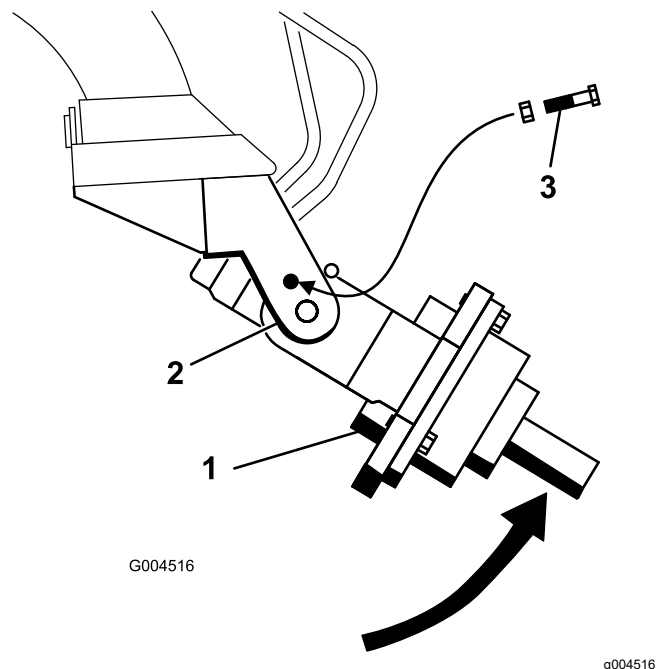

Figura 5
5. Gire manualmente el cabezal de transmisión del taladro hacia arriba hasta que pueda introducir un perno ($\frac{1}{2}$ " x $2\frac{1}{2}$ ") en el taladro del brazo de enganche, fijando el cabezal de transmisión. Fije provisionalmente el perno con una tuerca ($\frac{1}{2}$ "), tal y como se muestra en la Figura 5.
3. Gire manualmente el cabezal de transmisión del taladro hacia arriba hasta que pueda introducir un perno ($\frac{1}{2}$ " x $2\frac{1}{2}$ ") en el taladro del brazo de enganche, fijando el cabezal de transmisión. Fije provisionalmente el perno con una tuerca ($\frac{1}{2}$ "), tal y como se muestra en la Figura 5.